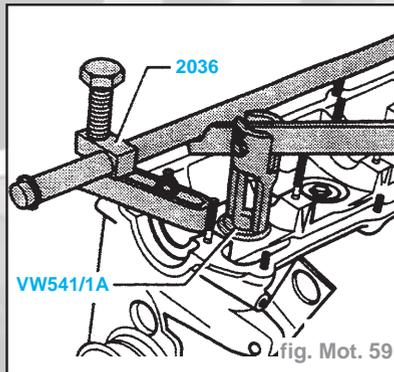

fig. Mot. 59
- Déposer les ressorts de soupapes à l'aide du levier de montage VW541/1A et de la pièce de pression VW541/5 (fig. Mot. 59).